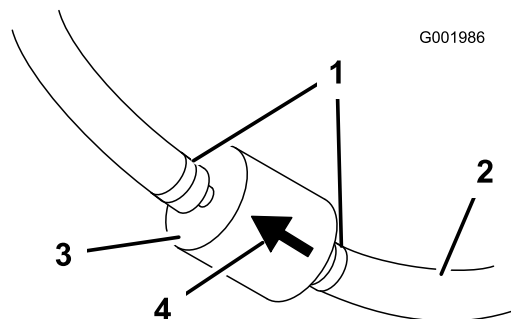

Figura 54
5. Aperte as pontas dos grampos da tubagem e afaste-as do filtro (Figura 54).